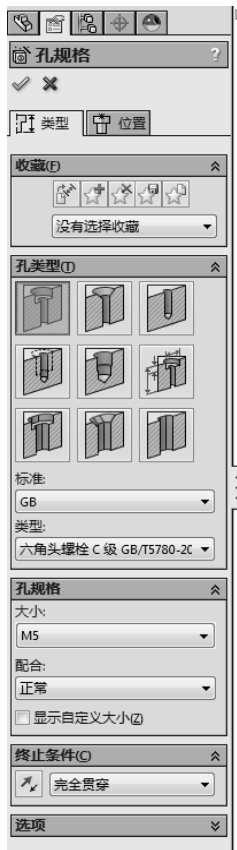

图 4-64 设置异形孔向导属性
- [3] 设置异形孔向导属性，在“孔类型”中选择“柱形沉头孔”，标准中选择“GB”，在“孔规格”大小中选择“M5”，配合中选择“正常”，在“终止条件”中选择“完全贯穿”，如图 4-64 所示。